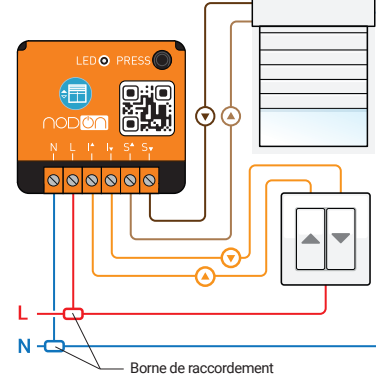

figure 1
- 3 Câblez le module selon le schéma en figure 1.